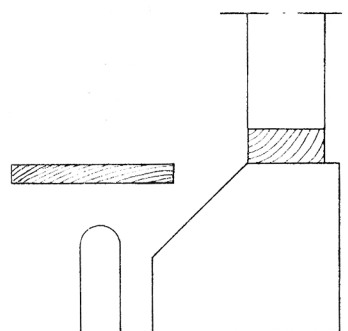

Fig. 13.
- 13 Når varmluftstrømmen må forandre retning, minsker strømningshastigheten. Det er derfor alltid uheldig at vindusbrystningen har skrå overkant som vist på fig. 13.